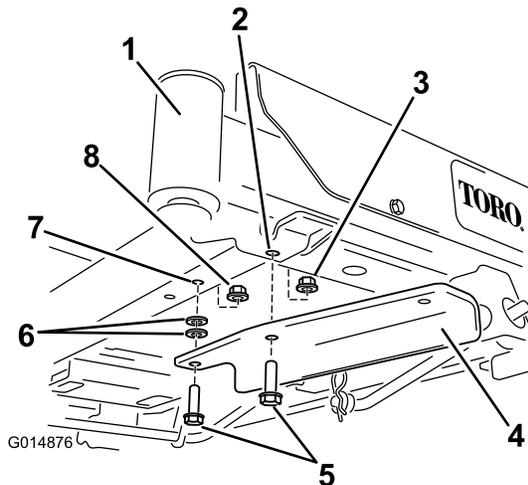

Figure 8
- Pour les machines sans pédale d'aide au levage, fixez le support au moyen de 2 boulons ($\frac{3}{8}$ x $1\frac{1}{4}$ po), 2 rondelles et 2 contre-écrous ($\frac{3}{8}$ po), comme montré à la Figure 8.